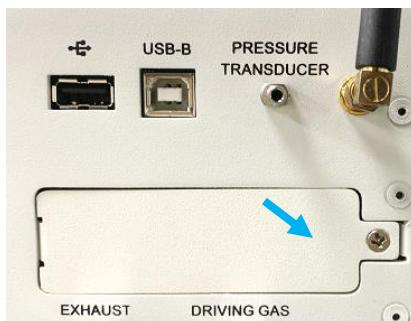
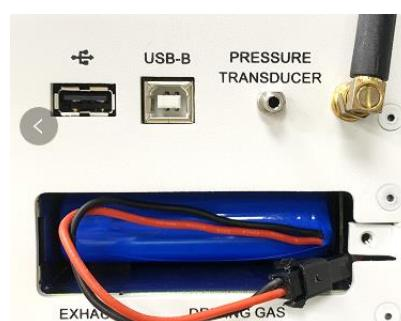

Imagen 7-1
Imagen 7-2
- 1) Desatornille la tapa de la batería situada en la parte trasera de la máquina con un destornillador de estrella, tal y como se muestra en la imagen 7-1.
- 2) Retire la tapa de la batería y déjela aparte junto con los tornillos para observar el grupo de cables de la batería; a continuación, extraiga de la carcasa el clip de cables que se muestra en la imagen 7-2.
- 1) Primero, afloje y desenrosque en sentido contrario a las agujas del reloj el tornillo situado en el filtro de aire, en la parte trasera del ventilador (imagen 7-1). Si el tornillo está demasiado apretado, retírelo con un destornillador y abra la tapa, tal y como se muestra en la imagen 7-2.